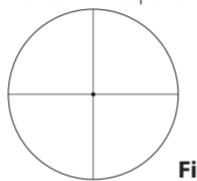

Fig. 3-2
- 1 Se gennem okularet med øjet ca. 10 cm (4 tommer) fra okularet for at se det avancerede BDC-trådkors (fig. 3-1) eller det fine trådkors med punkt (fig. 3-2). Sørg for, at dit øje befinder sig i den korrekte stilling og med korrekt pupilafstand, da motivet ellers bliver til en "blackout".